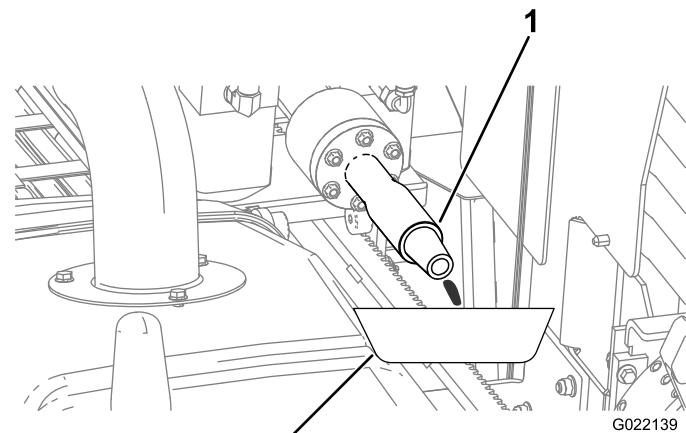

Figura 124
- A. Coloque un recipiente debajo del husillo de perforación para el anticongelante sobrante (Figura 124).
- E. Cuando salga anticongelante del husillo de perforación (Figura 124), apague la bomba.